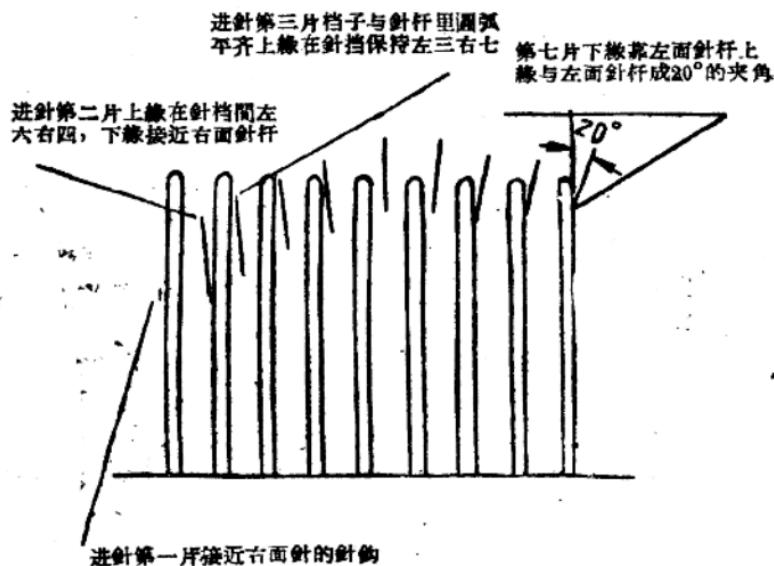

图 4 面子滾姆安裝角度示意图
(2) 滚姆的角度和软硬：进针第一片刚进入针档，接近右面针的针钩，其间保持一缕的缝隙，进针第二片钢片上缘在针档之间保持左六右四的位置，下缘接近右面针杆，但不靠着右面针杆（大隆滚姆钢面下缘稍离开右面针杆，并与右面针杆保持一定的间隙）。进针第三片的槽子（头部凹下部分）与针杆里圆弧平齐，此钢片的上缘在针档之间，保持在左三右七的位置。最高一片钢片下缘靠紧左面针杆，上缘离开左面针杆，并与左面针杆形成约 $20^{\circ}$ 的夹角，见图4所示。